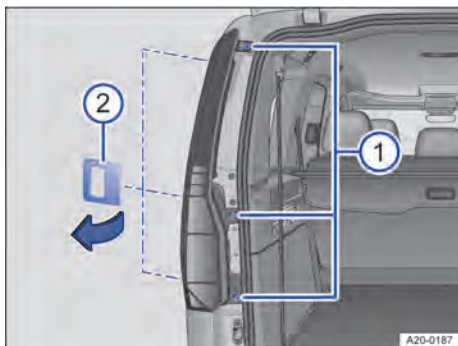

Fig. 174 À l'arrière du véhicule, côté gauche : dépose du bloc de feux arrière
- ① Vis de fixation
- ② Outil
1. Dévissez les trois vis de fixation avec un tournevis → fig. 174 ①. Utilisez une lame de rechange adaptée si nécessaire.
2. Utilisez l'outil → fig. 174 ② pour faire levier du haut vers le bas afin de sortir le bloc de feux arrière de son support.
5. Introduisez le bloc de feux arrière dans l'ouverture de la carrosserie et poussez-le avec précaution dans son support → fig. 174.
6. Vissez fermement les vis de fixation → fig. 174 ①.